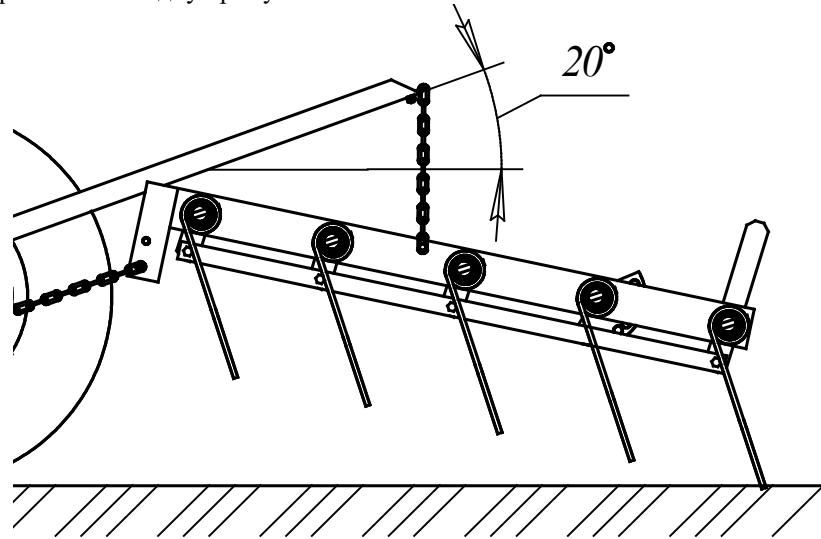

Рисунок 10 - Схема подъема борон для очистки и поворота
3.3.1 Бороны рассчитаны на рабочую скорость движения до 18 км/ч, при поворотах бороны её необходимо снижать до 5 км/ч. При поворотах во время полевой работы или очистки бороны от мусора блоки граблин необходимо приподнимать, угол поворота рамы при этом не должен превышать 20° (рисунок 10).